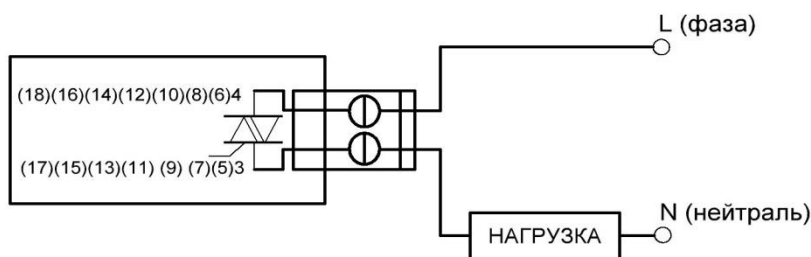

Рисунок 11
**Пример схемы подключения нагрузки приведен на рис. 11.**